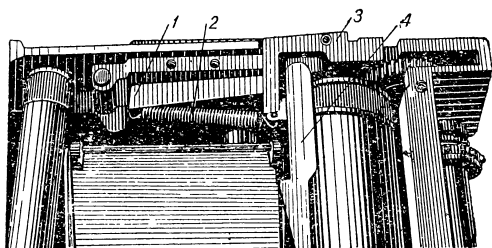

Рис. 238. Рычаги механизма привода зеркала.
Механизм привода зеркала (рис. 238, 239) предназначен для установки зеркала в рабочее положение и возвращения его в исходное положение. Для наводки по видоискателю зеркало устанавливается в рабочее положение во время очередного завода шторного затвора. В момент срабатывания затвора зеркало возвращается в исходное положение. Все эти процессы происходят в той же последовательности, что и в камере «Зенит».
зацеп пружины рычага-разобщителя 7 отводится в сторону и разъединяется с зацепом шестерни 9. Шнур освобождается, но зеркало удерживает в рабочем положении зацеп установочного рычага 4 (рис. 238).
При нажатии на спусковую кнопку опускается спусковая пружина, которая давит на плечо рычага 3 (рис. 238). Рычаг 3 поворачивается и отводит в сторону установочный рычаг 4, который освобождает рамку зеркала и дает ей возможность вернуться в исходное положение.
3. При заводе шторного затвора зеркало опускается, но не фиксируется зацепом установочного рычага и возвращается в исходное положение. Это означает, что произошла деформация или затирание о корпус установочного рычага 4 (рис. 238).